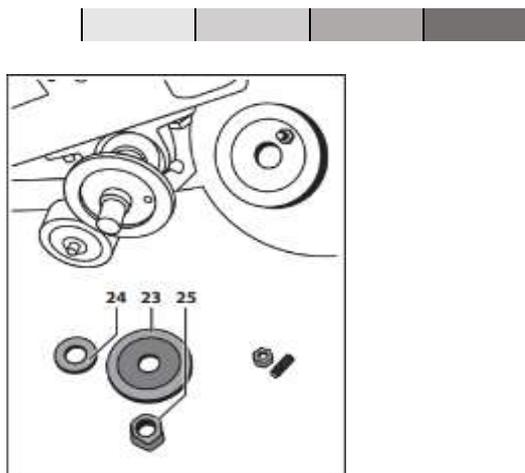

Рис.1
- снимите кожух диска, гайку 25, переходник 24 (если установлен) и фланец 23 (Рис.1);